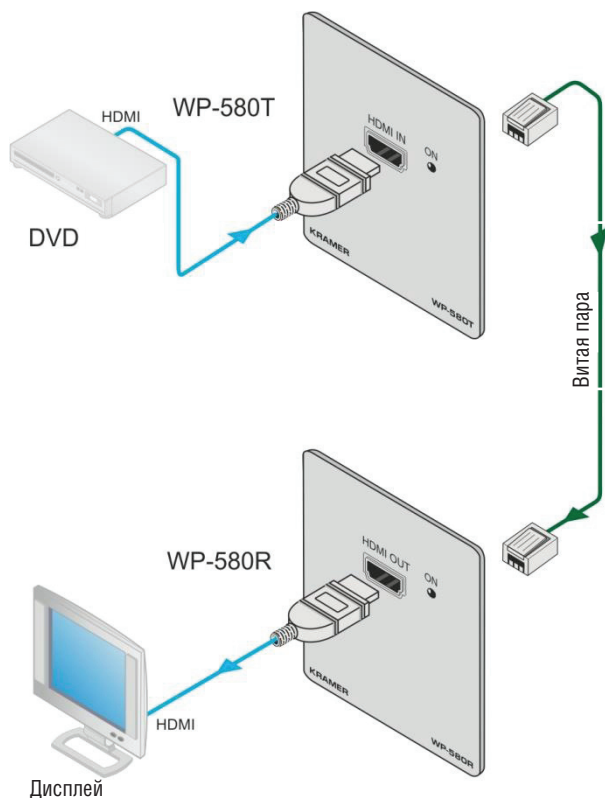

Рис. 5. Подсоединение приемо-передающей системы WP-580T / WP-580R
Имеется возможность использования передатчика сигналов HDMI в кабель витой пары HDMI **WP-580T** совместно с приемником сигналов HDMI в кабель витой пары HDMI **WP-580R** для построения приемо-передающей системы HDMI (см. пример на рис. 5).
3. Подсоедините сетевой адаптер на 5 В постоянного тока к разъему электропитания, а адаптер — к электросети (на рис. 5 не показан).
6. Подсоедините сетевой адаптер на 5 В постоянного тока к разъему электропитания, а адаптер — к электросети (на рис. 5 не показан).